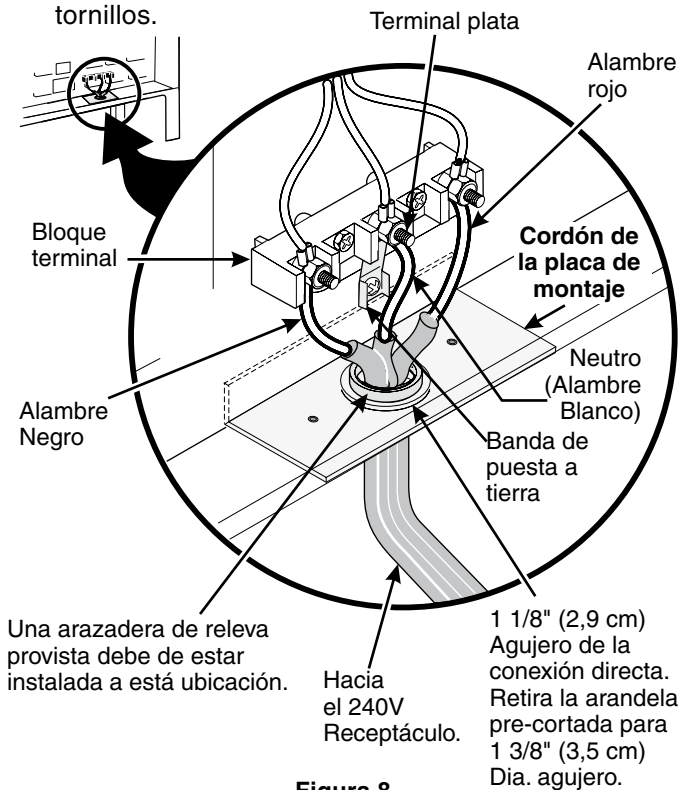

Figura 8
NOTA: La cocina eléctrica viene de fabrica con un agujero de diámetro 1 1/8" (2,9 cm) como se muestra en la figura 8. Si un agujero mas largo está necesario retire la arandela de la pre-cortada.
Si los códigos locales permiten la conexión del conductor a tierra del armazón al alambre neutro del cable de bronce del suministro eléctrico (vea figura 8).
2. Utilizar los tuercas suministraron en el paquete de la literatura para conectar la parte neutral del cable de bronce de suministro eléctrico al terminal plateado que se encuentra al centro del bloque terminal y, conectar los otros alambres a los terminales externos. Aparee los alambres y los terminales según el color (alambres rojos conectados al terminal derecho, alambres negros conectados al terminal izquierdo) (vea figura 8).